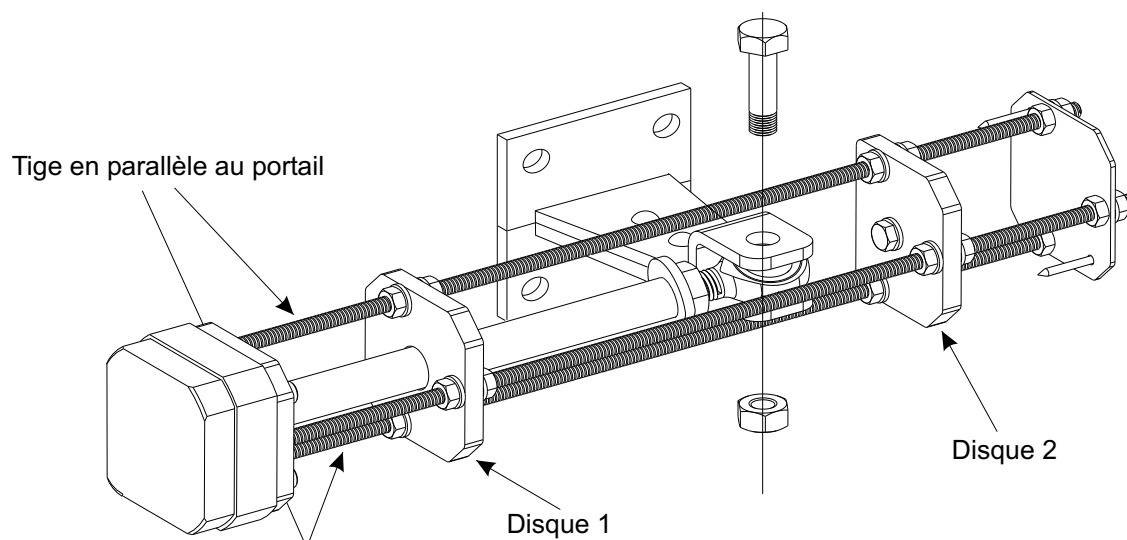

Fig. 20
- Mettre les feuillures de fin de course sur la flasque antérieure de l'unité avec les deux entretoises (des trois présentes sur la feuillure) qui se trouvent en parallèle au portail (Fig.20).